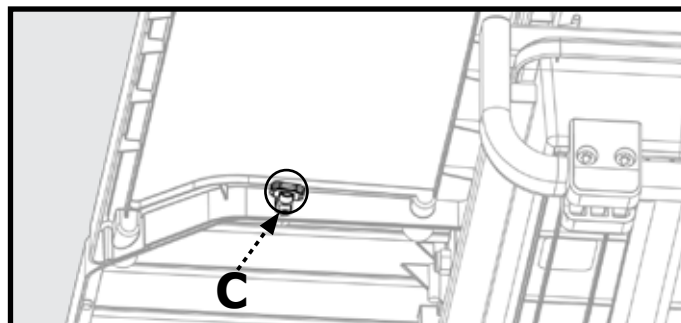

Figure 14
1. Placez le plateau à éclaboussures latéral (18) de manière à l'aligner avec l'extension de la table.
2. Fixez le plateau anti-éclaboussures latéral à la rallonge de table en serrant la vis à mollette (C) située sous le plateau anti-éclaboussures latéral, comme illustré à la figure 14.